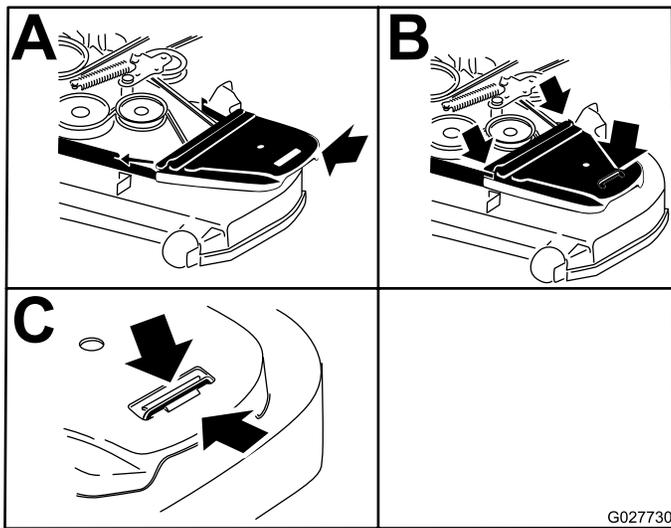

Figura 82
14. Montate i paracinghia e i relativi bulloni (Figura 82).